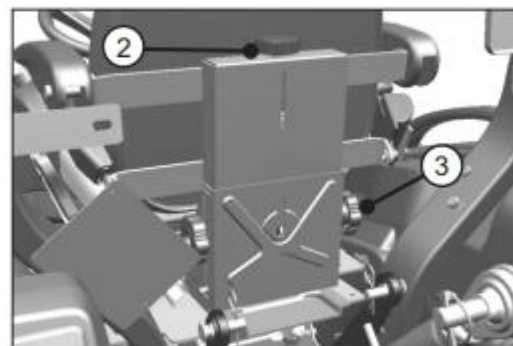

Fig 3.9b
- Brug knappen (2, fig. 3.9b) til at justere affjedringen.
- Brug knappen (3, fig. 3.9b) til at justere sædets højde lodret.